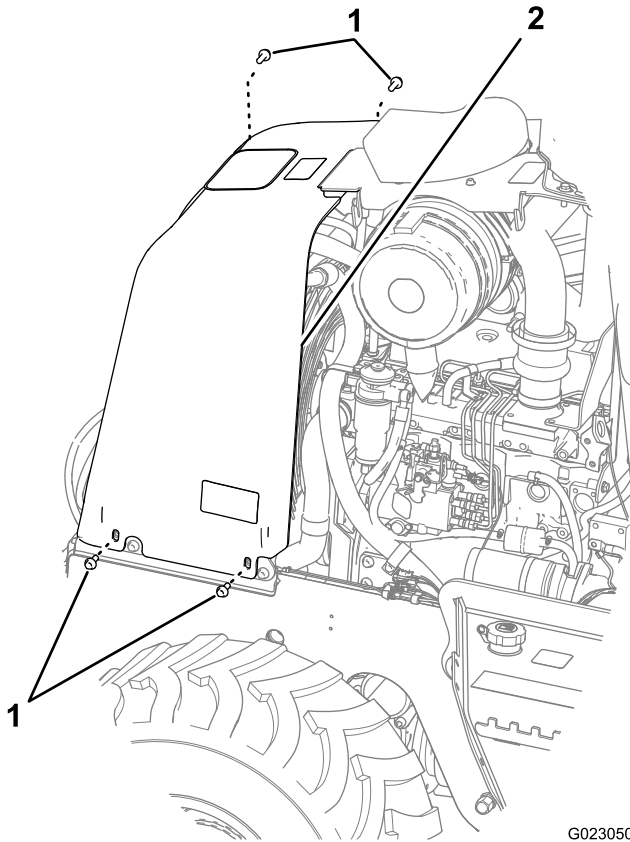

Figura 40
3. Quite los 4 pernos situados en la parte inferior de los laterales izquierdo y derecho del panel delantero (Figura 40).